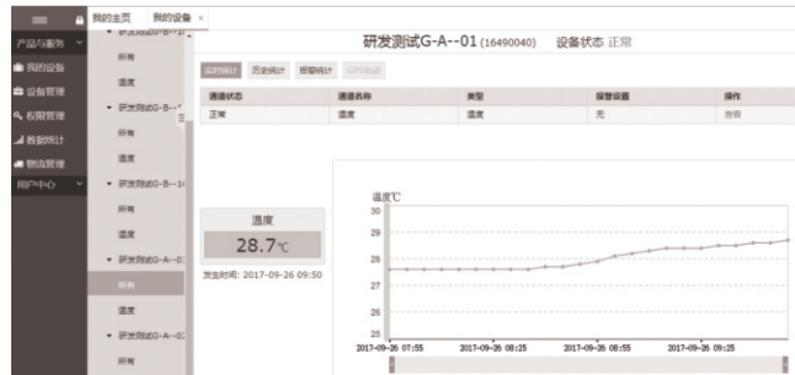

图20
(1) 点击我的设备,选中一款设备并点击“所有”,当前为实时统计数据,如图20: